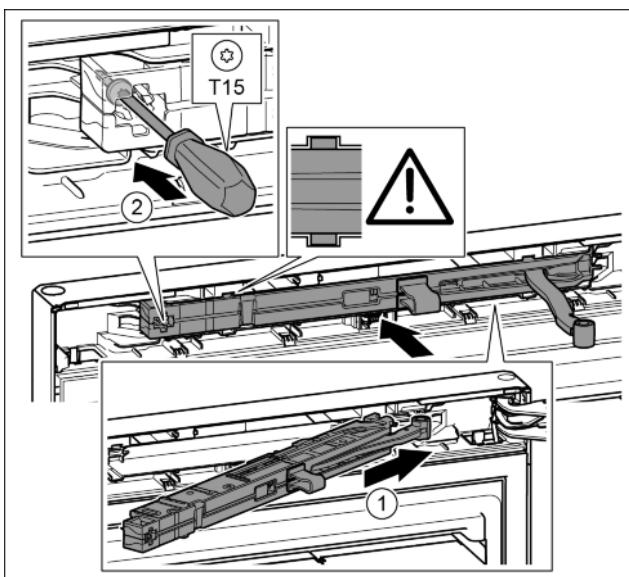

Fig. 20
- Вставить узел амортизатора со стороны опорного кронштейна в выемку до упора под наклоном. Fig. 20 (1)
- Затянуть винт отверткой T15. Fig. 20 (2)